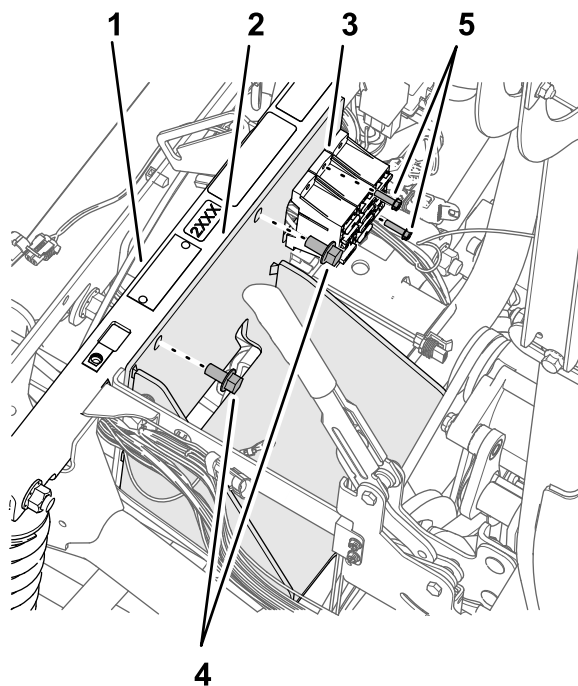

Рисунок 214
2. Установите кронштейн аккумулятора на опорную трубу амортизатора (Рисунок 214) с помощью двух болтов с фланцевыми головками ($\frac{3}{8} \times \frac{3}{4}$ дюйма), сохраненных после выполнения пункта 4 в разделе Снятие аккумулятора \(300 А\) и кронштейна \(страница 106\).
4. Прикрепите блоки предохранителей к кронштейну аккумулятора (Рисунок 214) с помощью болта (10-24 x $\frac{3}{4}$ дюйма) и гаек (10-24), снятых при выполнении пункта 3 в разделе Снятие аккумулятора \(300 А\) и кронштейна \(страница 106\).